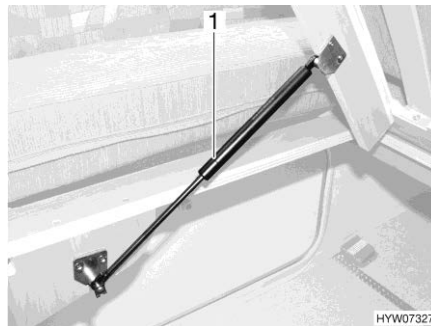

Bild 135 Fast säng
- Lyft ribbotten. Gasfjädrarna (Bild 135,1) håller kvar ribbotten i öppet läge.